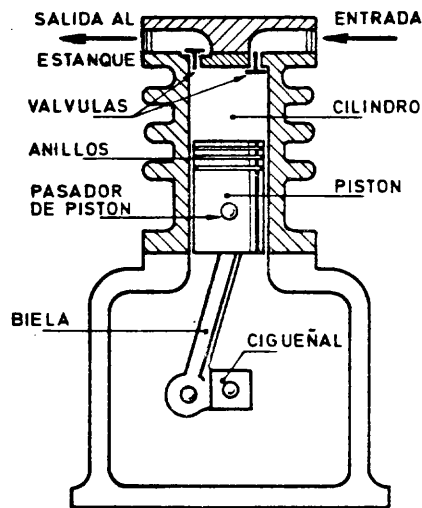

Fig. 2
- Compresores alternativos (fig. 2).